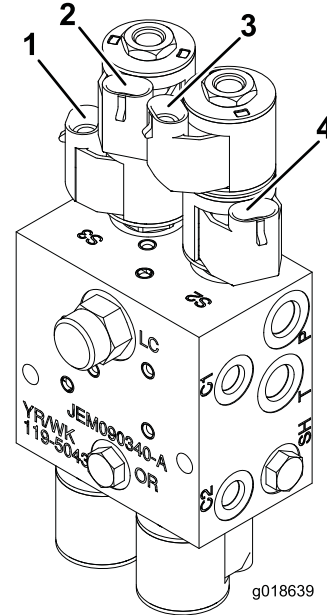

Figure 22
8. Branchez les connecteurs de levée/descente des rampes gauche et droite du faisceau de câblage aux électrovannes du bloc hydraulique (Figure 22).